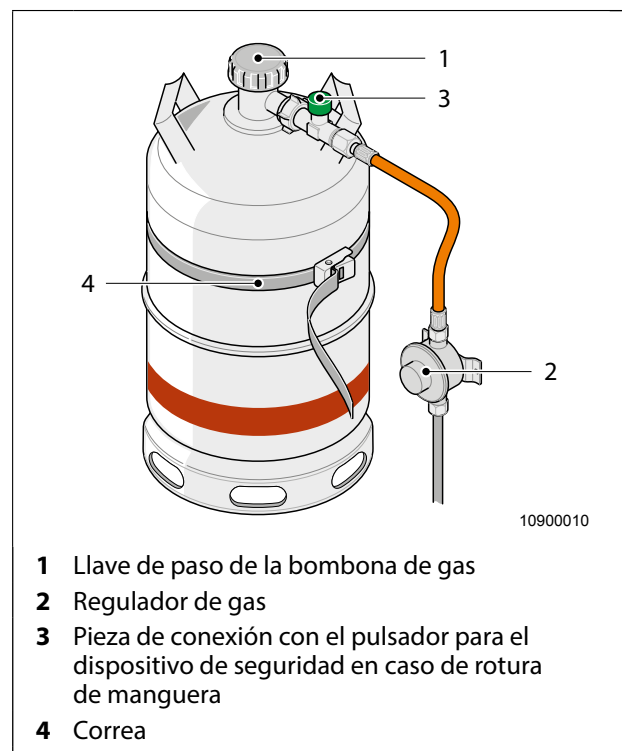

Fig. 46 Bombona de gas en el arcón de gas
1. Cerrar la llave de paso de la bombona de gas (Fig. 46, pos. 1).
2. Desenroscar la pieza de conexión con el pulsador para el dispositivo de seguridad en caso de rotura de manguera (Fig. 46, pos. 3) de la bombona de gas con la mano (cuidado: rosca izquierda).
3. Soltar la correa (Fig. 46, pos. 4) y sacar la bombona de gas vacía del arcón de gas.
6. Colocar la bombona de gas llena en el dispositivo de alojamiento en el arcón de gas y retenerla con la correa (Fig. 46, pos. 4).
7. Enroscar la pieza de conexión con el pulsador para el dispositivo de seguridad en caso de rotura de manguera (Fig. 46, pos. 3) con la mano (cuidado: rosca izquierda).
8. Abrir la llave de paso de la bombona de gas (Fig. 46, pos. 1).
9. Hundir el pulsador del dispositivo de seguridad en caso de rotura de manguera (Fig. 46, pos. 3) firmemente.